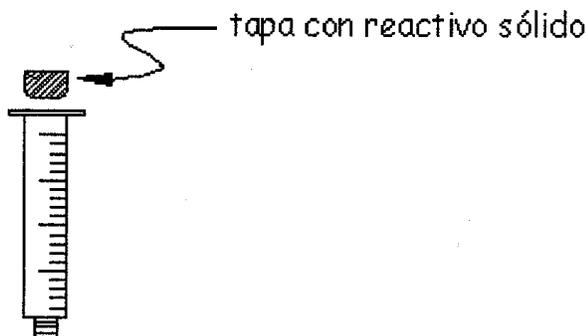

Figura 4
5. Deposite en la superficie del agua la tapa que contiene el reactivo sólido. (Figura 4)